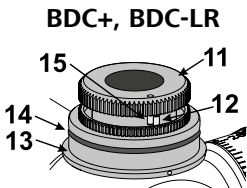

Fig. 5
- Mitnehmer (11) aus der Rastung heben und so aufsetzen, dass der Anschlagstift (15) des Mitnehmers (11) am Anschlagstift (12) des Rastrings (13), wie in Fig. 5 dargestellt, anliegt.